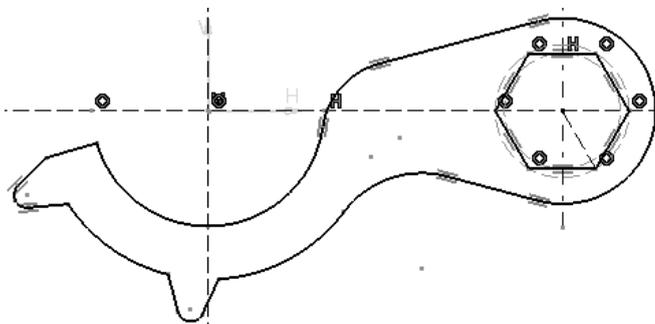

图 5-145
- 双击“快速修剪”按钮，修剪多余的线段，完成整个草图图形的绘制，结果如图 5-145 所示。